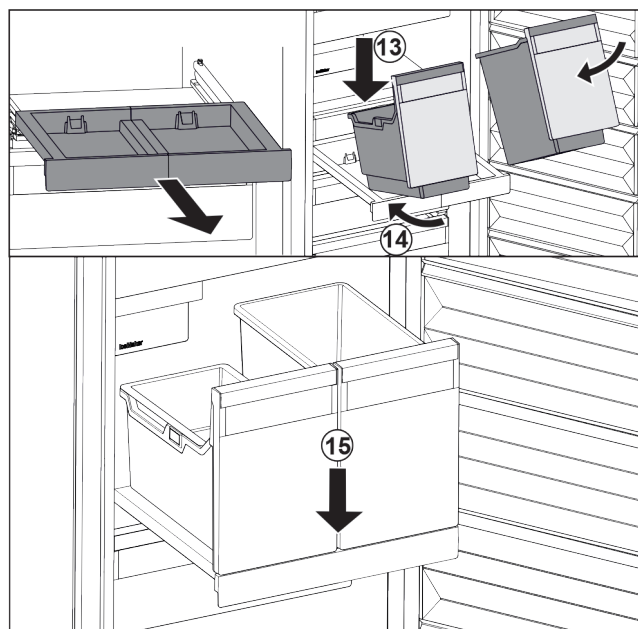

Fig. 34
- ▶ Założyć pojemnik pod skosem na wysuwaną półkę. Fig. 34 (13)
- ▶ Wsunąć pojemnik pod skosem do tyłu. Fig. 34 (14)
- ▶ Osadzić pojemnik z przodu. Fig. 34 (15)